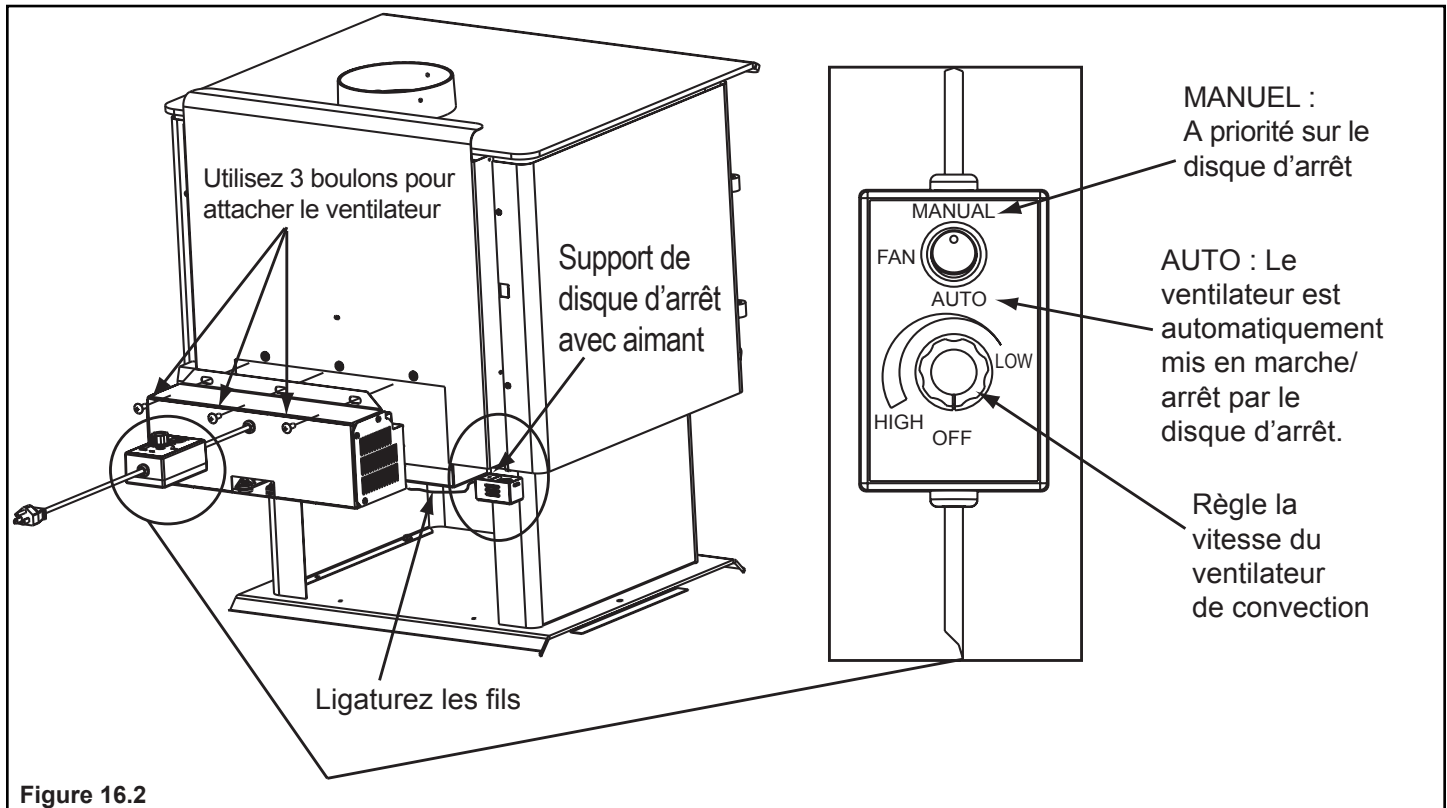

Figure 16.2
2. Alignez les trous de la bride de montage du ventilateur avec les trous sur l'appareil. Le ventilateur refoulant doit être placé sur le côté inférieur arrière du revêtement extérieur, comme illustré à la figure 16.2